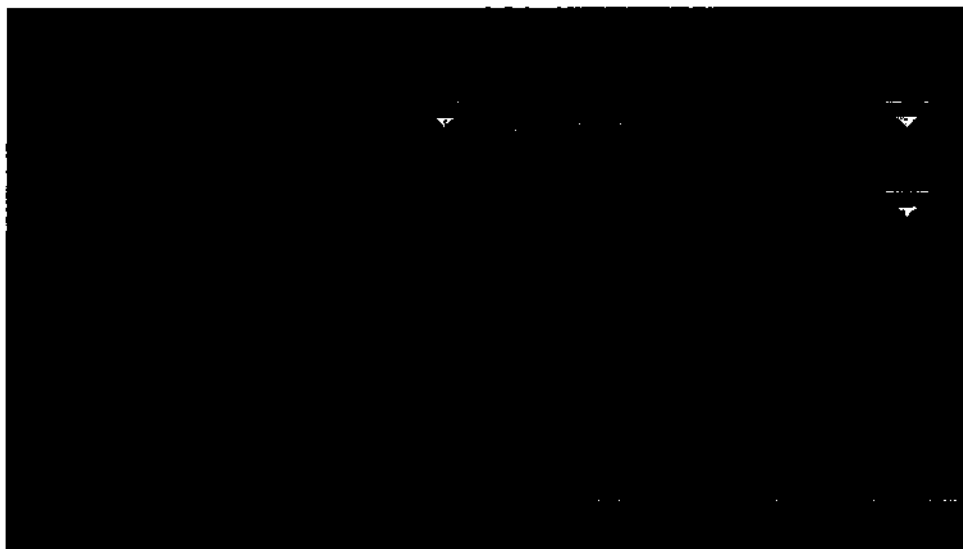

Рисунок 2.96 – Управление настройками УЗ-сканера (удаление)
- выбрать вкладку Экспорт/Импорт (рисунок 2.96),